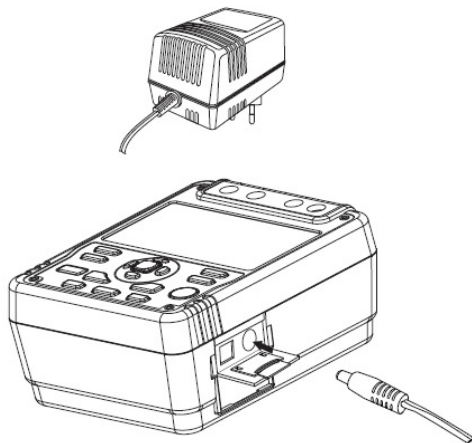

Рис. 7 Использование адаптера питания
**ИСПОЛЬЗОВАНИЕ АДАПТЕРА ПИТАНИЯ (см. рис. 7)**